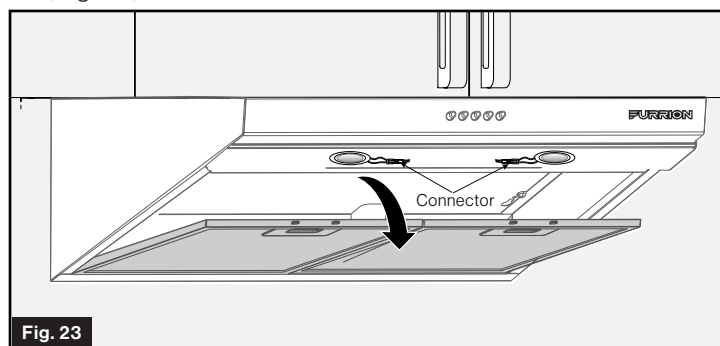

Fig. 23
3. Empuje suavemente las bombillas LED hacia afuera desde dentro de la campana para quitarlas de la carcasa. (Fig. 23)